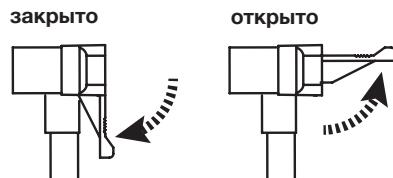

Рис. 2
- Снимите воздушный шланг с крепления на корпусе. Откройте зажим на соединительном коннекторе (рис.2). Плотно прижмите коннектор к ниппелю и закройте зажим. Убедитесь в плотной фиксации коннектора на ниппеле.